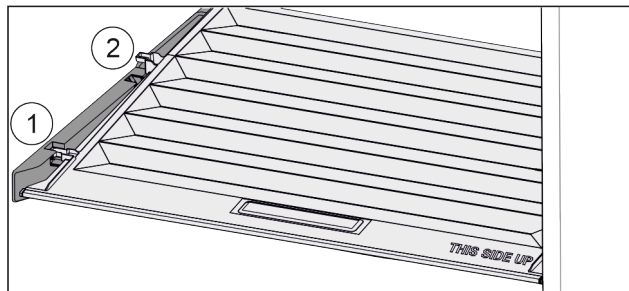

Fig. 97
- ▶ Pokrywę pociągnąć do przodu *Fig. 97 (1)*, aż otworzy się w elementach trzymających.
- ▶ Podnieść tył od dołu i w wyjąć *Fig. 97 (2)* go do góry.